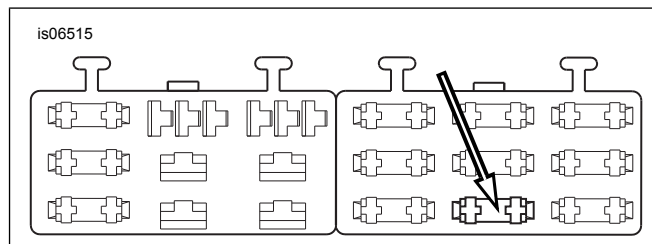

Figura 18. Cavidade do bloco de fusíveis “ABERTA” (Dyna 2004 e posterior)
4. Veja a Figura 18. Localize a cavidade de fusível (1) indicada como “ABERTA” na tampa do bloco de fusíveis do bloco de fusíveis do lado direito. Insira o terminal no fio adaptador laranja/branco até parar. Consulte um terminal próximo instalado na fábrica para comparar e para verificar a orientação e a profundidade corretas.